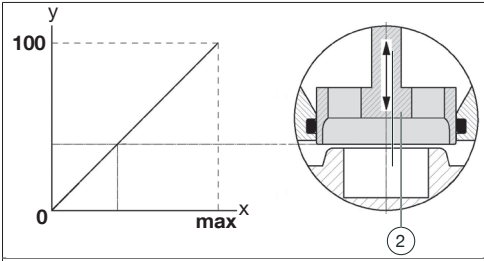

Abb. 5: Lineare Kennlinie der Reguliereinheit
(1)	Membraneinheit (Durchflussreguliereinheit)
(2)	Reguliereinheit
(3)	Sollwerteinheit (Durchflussreguliereinheit)
(4)	Messblendeneinsatz
Das kombinierte Regel- und Regulierventil „Cocon QTZ“ von Oventrop hat die Funktion eines Durchflussreglers, der den Differenzdruck (p1 – p2) durch die integrierte Membran-Einheit (1) auf einem konstanten Wert hält. Dabei werden sowohl die Reguliereinheit (2) als auch die auf einen maximalen Durchflusswert einstellbare Sollwerteinheit (3) (gemäß Handrad-Einstellung) vor externen Druckschwankungen (p1 – p3) geschützt. Diese können z.B. durch das Zu- oder Abschalten von Anlagenteilen entstehen. Das „Cocon QTZ“ kann einen Stellantrieb aufnehmen, der die Reguliereinheit (2) betätigt. Diese besitzt eine annähernd lineare Kennlinie (siehe Abb. 5). Mit Hilfe von Stellantrieben und Raumthermostaten können z.B. Raumtemperaturen geregelt werden. Der maximale Volumenstrom (Vollast) wird hierbei durch die Voreinstellung am Handrad gewählt. Der Teillastbetrieb wird durch den Stellantriehub vorgegeben. Die Ventilautorität des „QTZ“-Ventils beträgt innerhalb des wirksamen Ventilhub 100 % (a = 1). Dies gilt auch für den Teillastbetrieb bei stetiger Regelung, z.B. in Kombination mit 0-10 V Stellantrieben.